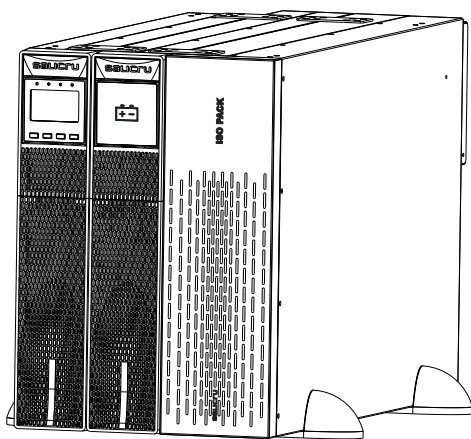
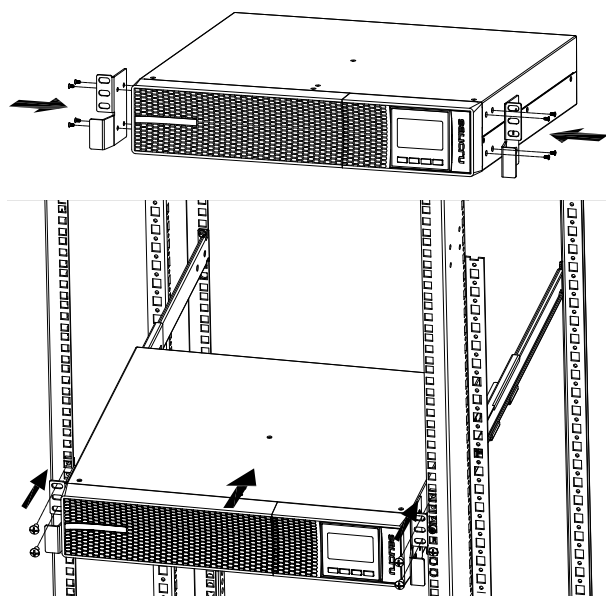
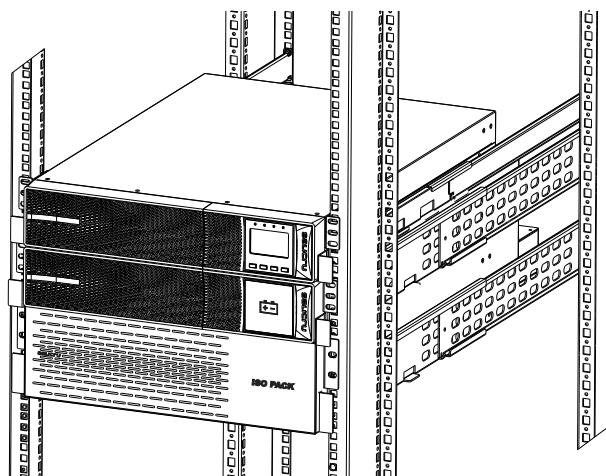

Fig. 9. Modelo en montaje vertical -tipo torre-.
Fig. 10. Montaje del SAI en armario 19".
Fig. 11. Montaje del conjunto en armario rack de 19".
- En las Fig. 9 a Fig. 11 se representa a modo de ejemplo el grafismo de un equipo o de éste con su respectivo módulo de baterías y transformador separador. Estas ilustraciones son de ayuda y orientación en los pasos a seguir y no pretenden en ningún caso particularizar las instrucciones a un sólo modelo, aunque en la práctica las acciones a realizar son siempre las mismas para todos ellos.
- Colocar el SAI, el módulo de baterías y el módulo transformador separador de pie entre las dos bases, similarmente a como se muestra en la Fig. 9.
- Para instalar un equipo en armario rack de 19", operar del siguiente modo (ver Fig. 10 y Fig. 11):
Para la instalación del módulo de baterías y del transformador, seguir los pasos descritos anteriormente para el SAI hasta obtener el montaje de la Fig. 11